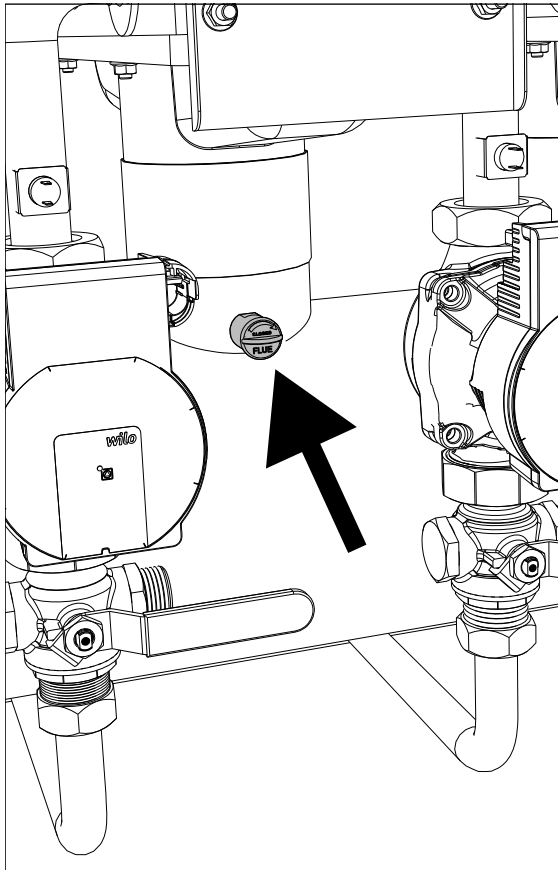

fig. 93 - Presa fumi del singolo modulo
Il prelievo dei fumi della combustione va eseguito inserendo la sonda dell'analizzatore nella presa fumi del singolo modulo (vedi fig. 93).
- Inserire uno strumento di analisi combustione nella presa fumi (vedi fig. 93).